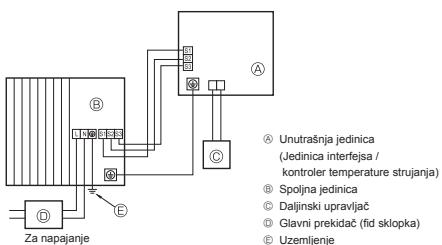
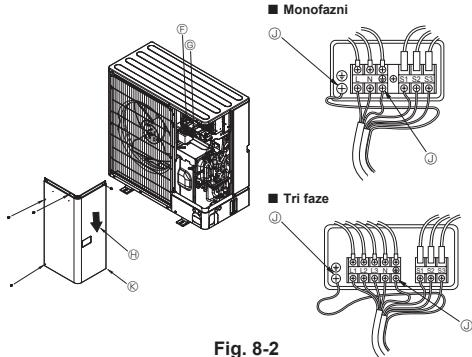

Fig. 8-1
Fig. 8-2
### 8.1. Spoljna jedinica (Fig. 8-1, Fig. 8-2)
- ① Skinite ploču za servisiranje.
- ② Povežite žice prema Fig. 8-1 i Fig. 8-2.